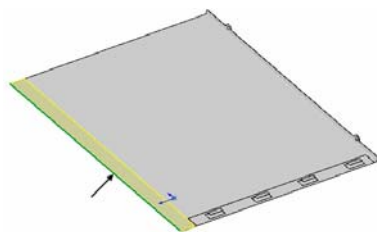

图 10-36 对另一条边进行褶边
⑪ 生成“褶边”。选择菜单栏中的“插入”→“钣金”→“褶边”命令，或者单击“钣金”工具栏中的“褶边”图标，对钣金零件的另一条边进行褶边操作，如图 10-36 所示。在“褶边”属性管理器中选择“材料在内”选项，在类型和大小选项中选择“闭环”选项，输入长度数值：28，如图 10-37 所示。单击“确定”图标，结果如图 10-38 所示。